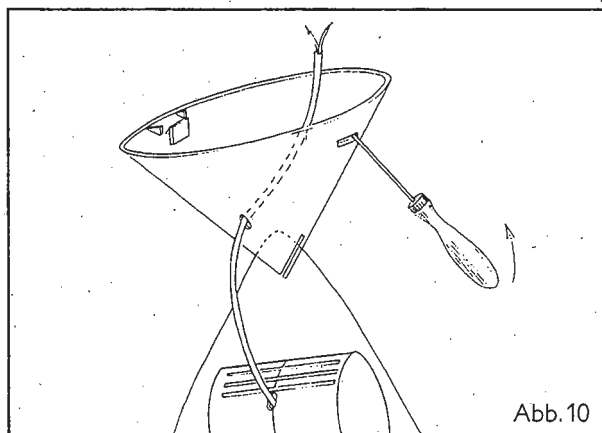

Abb. 10
5. Lösen des Baldachins: Durch Einstecken des Schraubendrehers in beide Schlitzlöcher am Baldachin und durch seitliches Drücken (Abb. 10).